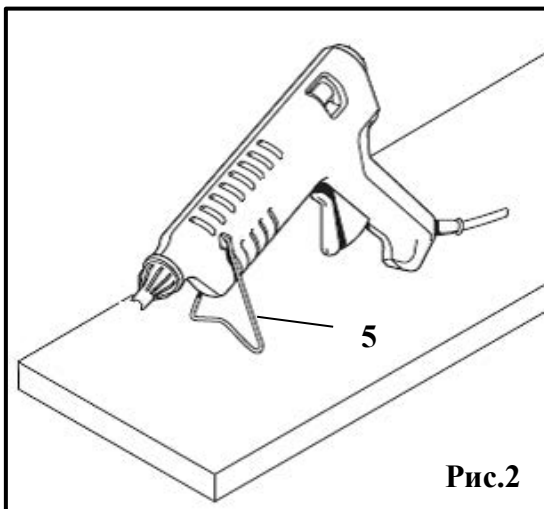

Рис.2
- Перед началом работы нагревайте термоклеевой пистолет около 7 мин. Поставьте для этого термоклеевой пистолет на опорную скобу (5), как показано на рисунке (рис.2).
- Между операциями склеивания устанавливайте термоклеевой пистолет на опорную скобу (5) (рис.2).